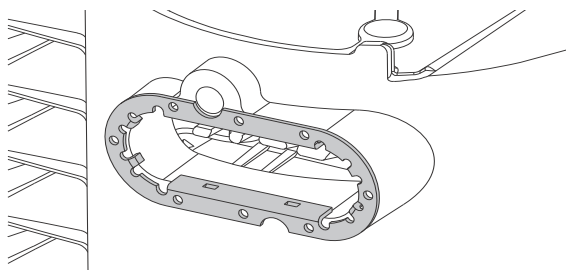

Рис. 10 Прокладка EMC на головной части насоса
2. Снимите винты (163a и 163d) и снимите блок управления (163). Обозначьте положение зажимного хомута (92) и головной части насоса (301) несмываемым маркером, чтобы установить зажимной хомут и новую головную часть насоса в том же положении.
3. Полностью откройте зажимной хомут и снимите головную часть насоса (301) с корпуса насоса (6).
4. Снимите уплотнительное кольцо (301) с корпуса насоса.
10. Убедитесь, что прокладка EMC (301b) установлена на головной части насоса. См. рис. 10.